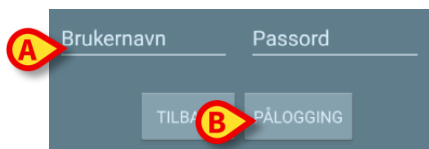

Fig 43
Følgende skjermbilde vises (Fig 43):
- Legg inn brukernavn og passord (Fig 43 **A**).
- Klikk på **Pålogging**-knappen (Fig 43 **B**).